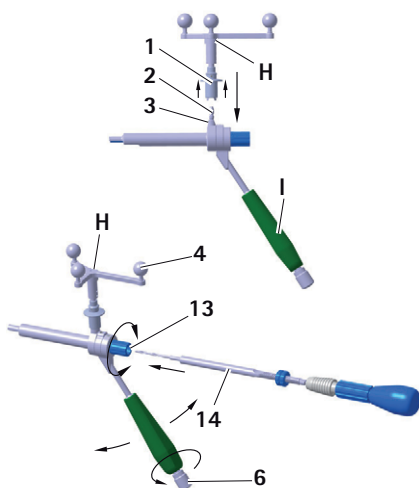

Abb. 10 Montage der Aesculap-Sterneinheit an S⁴C-Führungshülse für Glattschaftschrauben
- Um eine uneingeschränkte Sicht der Kamera auf die reflektierenden Marker-Kugeln sicherzustellen, Knauf 6 am S⁴C-Handgriff der S⁴C-Führungshülse I aufdrehen und Aesculap-Sterneinheit H in die gewünschte Position drehen, siehe Abb. 10.